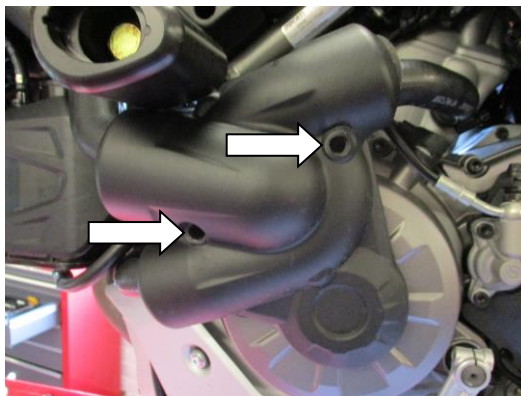

Abbildung 1
- Entfernen Sie die original Motorgehäuse-Abdeckung, indem Sie die Schrauben entfernen, die in Abbildung 1 gekennzeichnet sind.